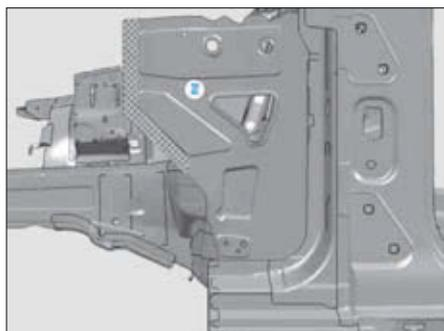

FIG. 29
- Poncer au nu du métal la surface de raccordement sur la superstructure (2) dans la zone quadrillée (Fig.29).